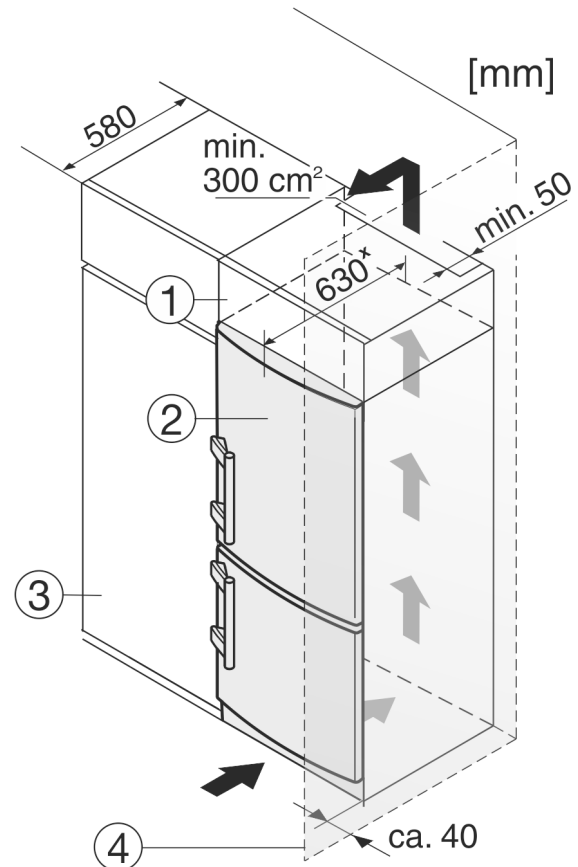

Fig. 9
- (1) Aufsatzschrank
- (2) Gerät
- (3) Küchenschrank
- (4) Wand
Das Gerät kann mit Küchenschränken umbaut werden. Um das Gerät Fig. 9 (2) der Küchenzeilenhöhe anzugleichen, kann über dem Gerät ein Aufsatzschrank Fig. 9 (1) angebracht werden.
Beim Umbau mit Küchenschränken (Tiefe max. 580 mm) kann das Gerät direkt neben dem Küchenschrank Fig. 9 (3) aufgestellt werden. Das Gerät steht seitlich 34 mm * und in der Gerätemitte 50 mm * gegenüber der Küchenschrankfront vor.
Wenn das Gerät mit den Scharnieren neben einer Wand Fig. 9 (4) aufgestellt wird, muss der Abstand zwischen Gerät und Wand mindestens 40 mm betragen. Dies entspricht dem Griffüberstand bei geöffneter Tür.